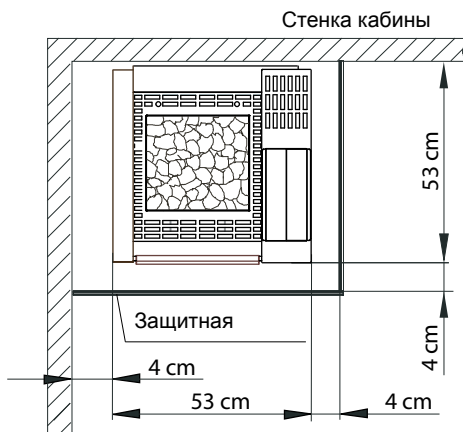

Рис. 1
- При установке печи сауны необходимо следить, чтобы вертикальное расстояние между верхним краем печи сауны и крышей сауны составляло не менее 105 см, а горизонтальное расстояние (между боковыми сторонами) между печью и стенкой кабины - не менее 4 см (рис. 1).
Рис. 1а